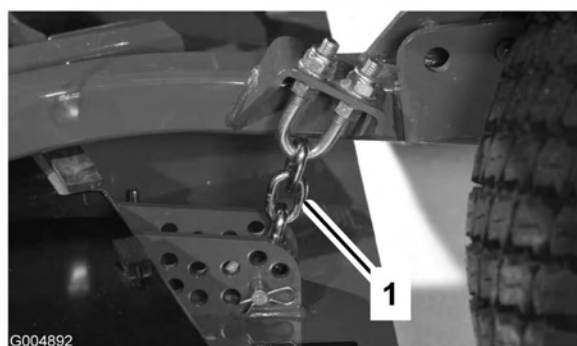

Figura 75
3. Togliete la coppiglia e il perno con testa che fissano le catene dell'altezza di taglio sul retro dell'apparato di taglio (Figura 75).